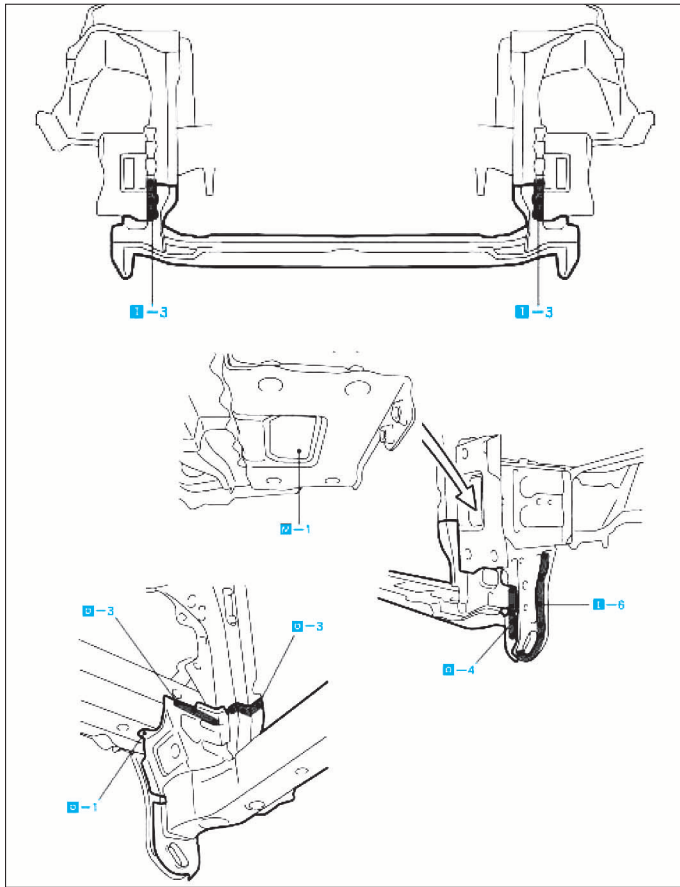

FIG. 2
- Après la soudure (Fig.2), appliquer de la mousse en polyuréthane sur les pièces correspondantes.